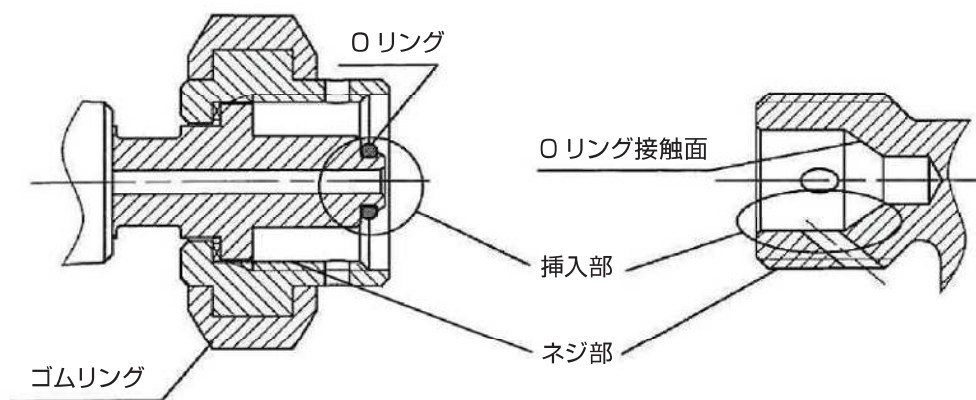
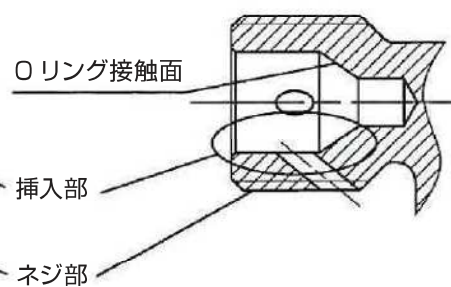

図4 減圧弁側の接続部
図5 そく止弁側の接続部
3. そく止弁と減圧弁のネジ部、および挿入部に異物の付着がないこと、O リング及びそく止弁の O リング接触面に傷がないことを確認する。(図 4、図 5 参照)
4. 減圧弁をそく止弁に取り付ける。(ゴムリングを回し止る位置までしっかりねじ込む。)(図 4 参照)